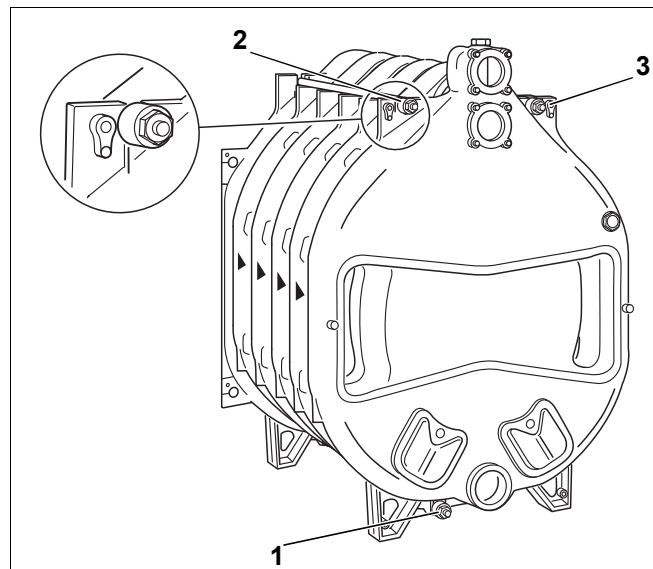

Рис. 17 Монтаж анкерных штанг
- Вставить анкерные штанги с надетыми пакетами пружин в предусмотренные для них места в литых выступах (рис. 17, поз. 1, 2 и 3). При установке анкерных штанг обратите внимание на то, что пакеты пружин монтируются на задней стороне котла.